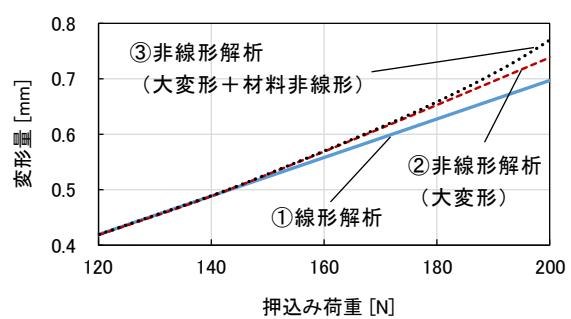

図 4 押込み荷重と変形量の関係
次に、図 4 に変形量の推移を示します。①線形解析では、押込み荷重に比例して変形量が上昇しました。荷重が 20 N 増加すると変形量は 0.07 mm 増加するという比例関係の維持は、線形解析の大きな特徴です。一方で、②非線形解析(大変形)では、座屈の発生に伴い 150 N 付近から線形解析を上回る変形量が確認できます。さらに、③非線形解析(大変形+材料非線形)では、座屈の発生と 180 N 付近で材料が降伏点を超えて塑性変形に至るため、さらに変形量が増大する結果となりました。